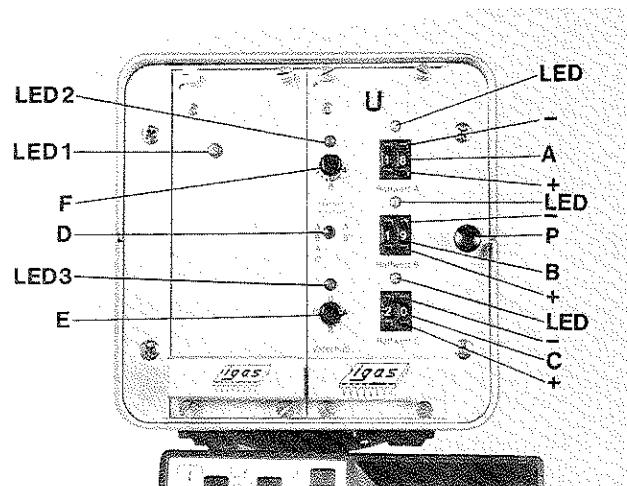

Fig.15
- 4.4 Stellen Sie bei Bedarf den Drehschalter (E, Fig. 15) vor oder zurück um die unter dem Drückerfuß zu transportierende richtige Bandlänge zu erhalten.
Tape tension set under (A, Fig. 15) is on.
3. If required, select with push button (P, Fig. 15) the tape tension set under (B and C, Fig. 15).
Die unter (A, Fig. 15) eingestellte Bandspannung ist eingeschaltet.
3. Wählen Sie bei Bedarf mit dem Druckknopfschalter (P, Fig. 15) die unter (B oder C, Fig. 15) eingestellte Bandspannung an.